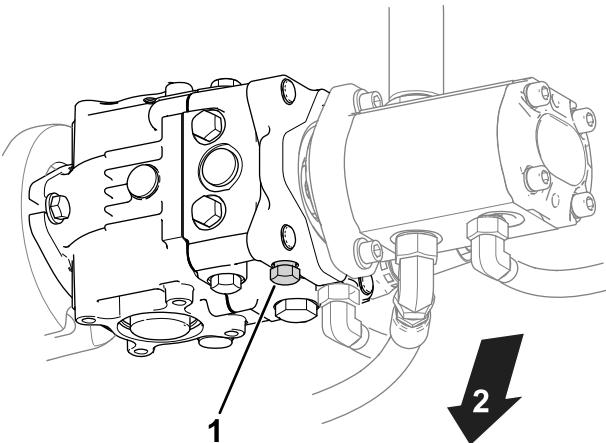

Figura 25
1. Localice la válvula de desvío en la bomba (Figura 25).